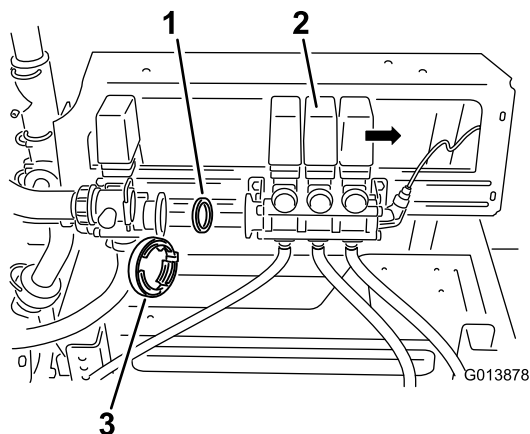

図 5
3. ブームバルブ・アセンブリを、攪拌バルブから注意深く取り外す（図 5）。
4. バルブボディについている既存のガasketを外す(図 5)。